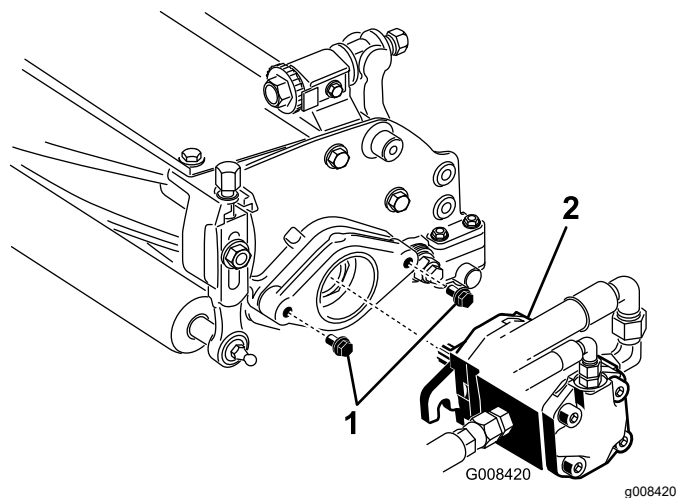

Figura 8
7. Certifique-se de que deixa uma folga de aproximadamente 13 mm em cada parafuso de montagem do motor da transmissão do cilindro (**Figura 8**).
8. Cubra o veio estriado do motor com massa lubrificante limpa e monte o motor rodando-o no sentido dos ponteiros do relógio até que a folga das cavilhas tenha sido eliminada. Rode o motor no sentido contrário aos ponteiros do relógio até que as flanges envolvam as cavilhas (**Figura 8**).